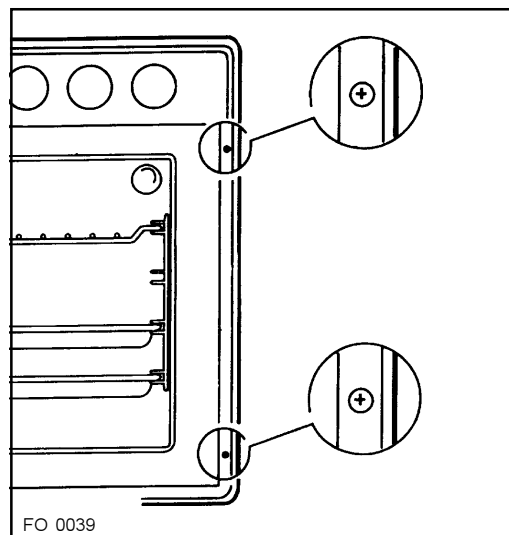

Fig. 13
- Aprite la porta del forno e fissate il corpo forno al mobile con quattro viti per legno che ben si adattino ai fori appositamente realizzati sulla cornice perimetrale (Fig. 13 -14).